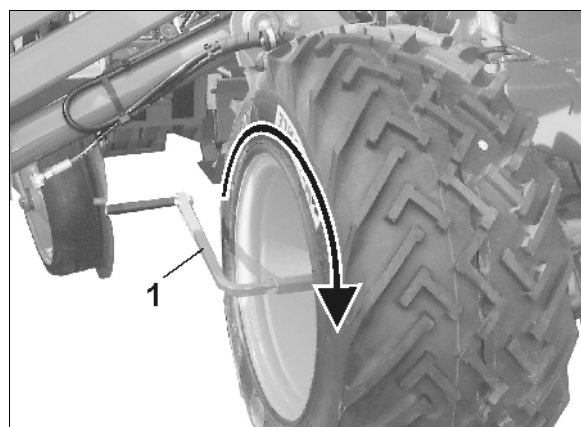

Fig. 25
6. Die Abdrehkurbel in die Welle (Fig. 25/1) am rechten Antriebsrad einstecken.